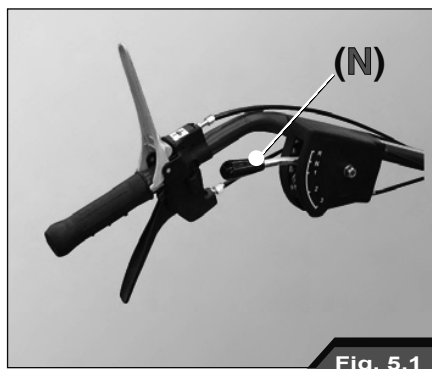

Fig. 5.1
- per la vostra sicurezza la Leva selettore marce sia in posizione folle (N, Fig. 5.1).
- Verificate per la vostra sicurezza che le leve avanzamento macchina (2) e innesto rotore lame (6) siano in posizione verticale